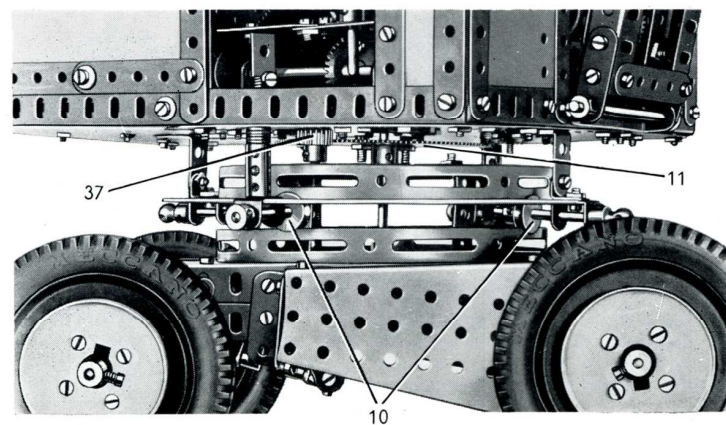

FIG. 5. Vue de détail du roulement à galets monté sur la base mobile
Le pignon (36) entraîne une roue de champ de 25 dents fixée sur une tringle de 9 cm. qui passe dans les rebords d'une bande coudée de 60×25 mm. tenue écartée du plancher de la cabine par une bande de 5 trous. Chaque rebord est renforcé par une équerre de 26×12 mm. boulonnée sur le rebord et sur le plancher. Un pignon d'angle de 26 dents monté sur la tringle de 9 cm. entraîne un pignon identique monté sur une tringle de 2,5 cm. qui passe dans le plancher de la cabine. Un pignon de 19 dents (37) (fig. 5) monté à l'extrémité inférieure de la tringle de 2,5 cm. engrène avec la roue (11) du roulement à galets.